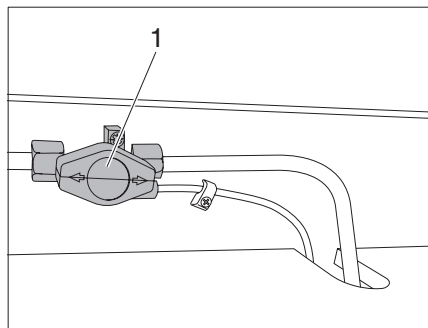

Fig. 70 Cuisine avec robinet d'arrêt de gaz
- ▶ Avant la mise en service d'un appareil encastré fonctionnant au gaz, ouvrir le robinet principal de la bouteille de gaz et le robinet d'arrêt du gaz (Fig. 70,1).